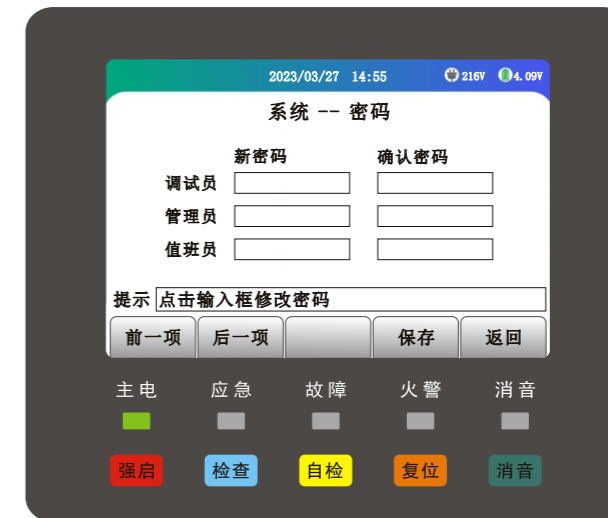

图7.2.3
(2)、点击【密码设置】进入密码设置界面，选择要更改的密码项，点击【保存】按钮保存当前设置，点击【返回】按钮则返回上一级菜单（如图7.2.3）。